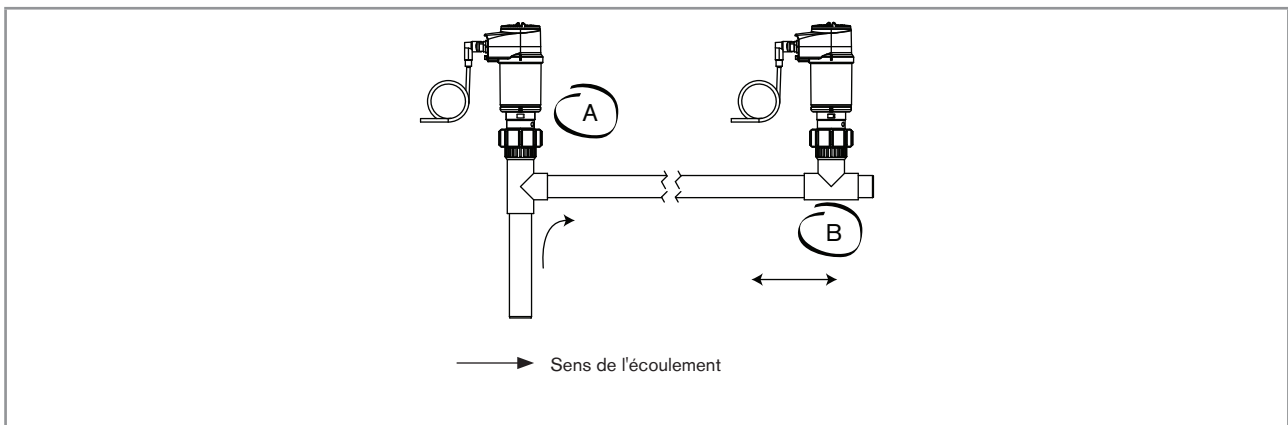

Fig. 10 : Positions de montage de l'appareil dans la conduite
- Sélectionner un emplacement approprié sur la conduite. Dans la Fig. 10, privilégier le montage "A" pour installer un appareil avec une sonde de conductivité  $C=0,1$  ou  $C=0,01$ .